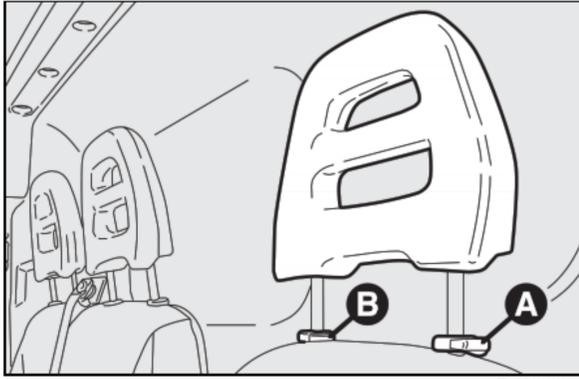

fig. 31
**HEAD RESTRAINTS****FRONT fig. 31**